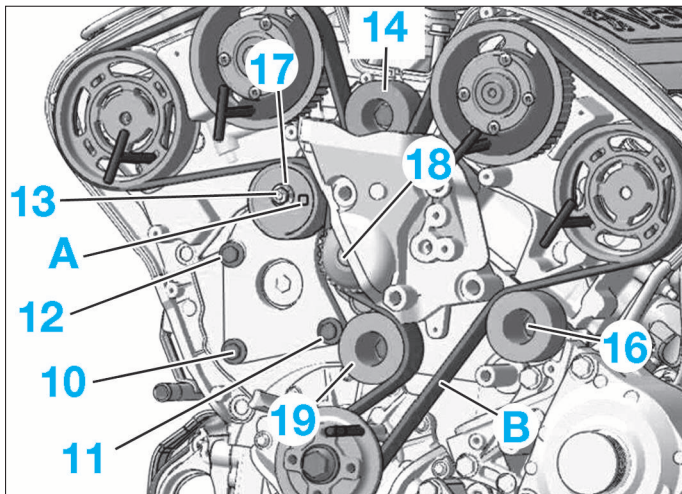

FIG. 34
- Déposer la vis (10) (Fig.34).
- Desserrer les vis (11) et (12) ainsi que l'écrou (13).
- Déposer le galet enrouleur (14).
- Faire pivoter dans le sens horaire l'excentrique du galet tendeur à l'aide d'un outil de type FACOM R.161 en (A).
- Mettre en place la courroie sur le galet enrouleur (17) (Fig.34) (brin (B) de la courroie bien tendu).